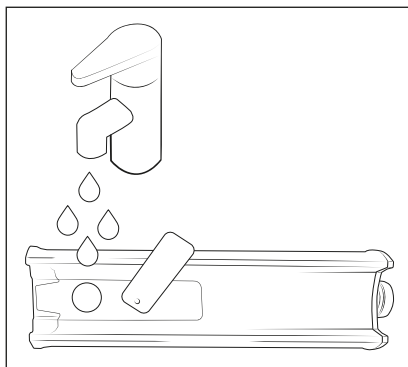

Fig. 7
- 4) Versez de l'eau du robinet ou de l'eau distillée dans le réservoir d'eau propre 6 (voir fig. 7). Remplissez le réservoir d'eau propre 6 au maximum jusqu'au repère **MAX**. Videz l'eau remplie en trop par l'orifice de remplissage.